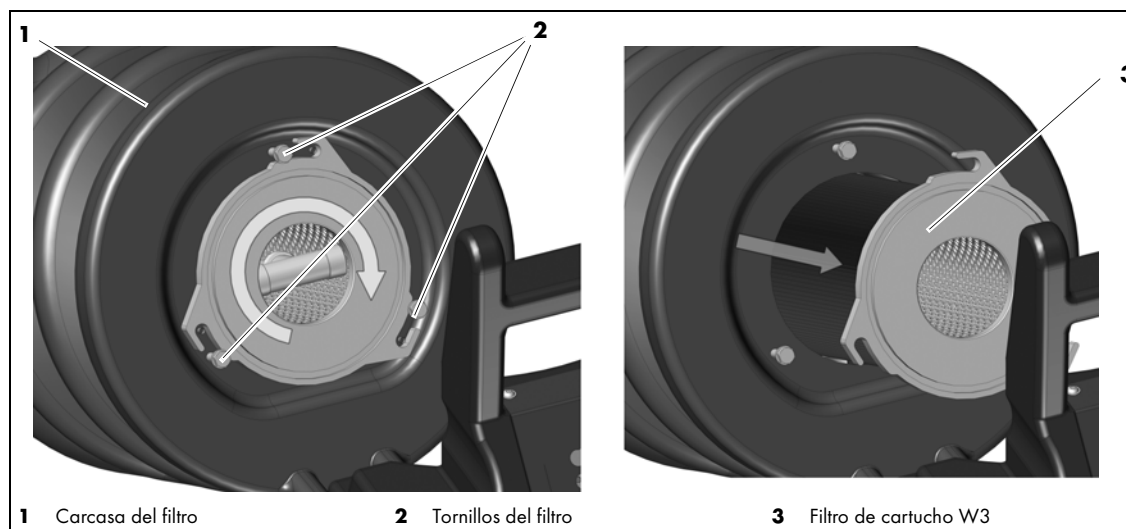

Fig. 14 Sustitución del filtro de cartucho
- ⇒ Fig. 14 Sustitución del filtro de cartucho en la página ES-26